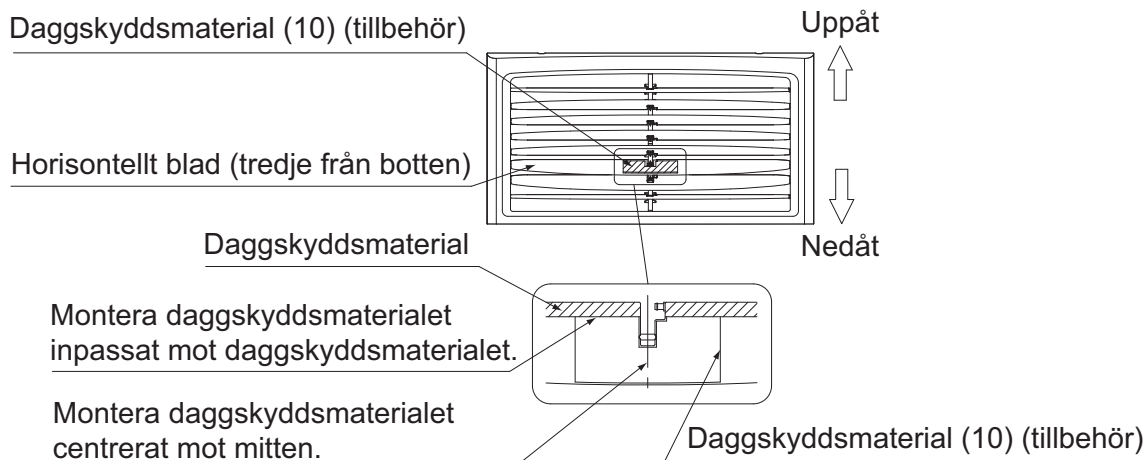

Bild 8
- För att göra arbetet lättare ställer du in de övre 5 horisontella klaffarna uppåt och de nedre 3 klaffarna nedåt. Fäst sedan det medföljande daggskyddsmaterialet (10) på den tredje klaffen underifrån (se bild 8). Om materialet inte monteras på rätt plats kan daggkondensvatten droppa.